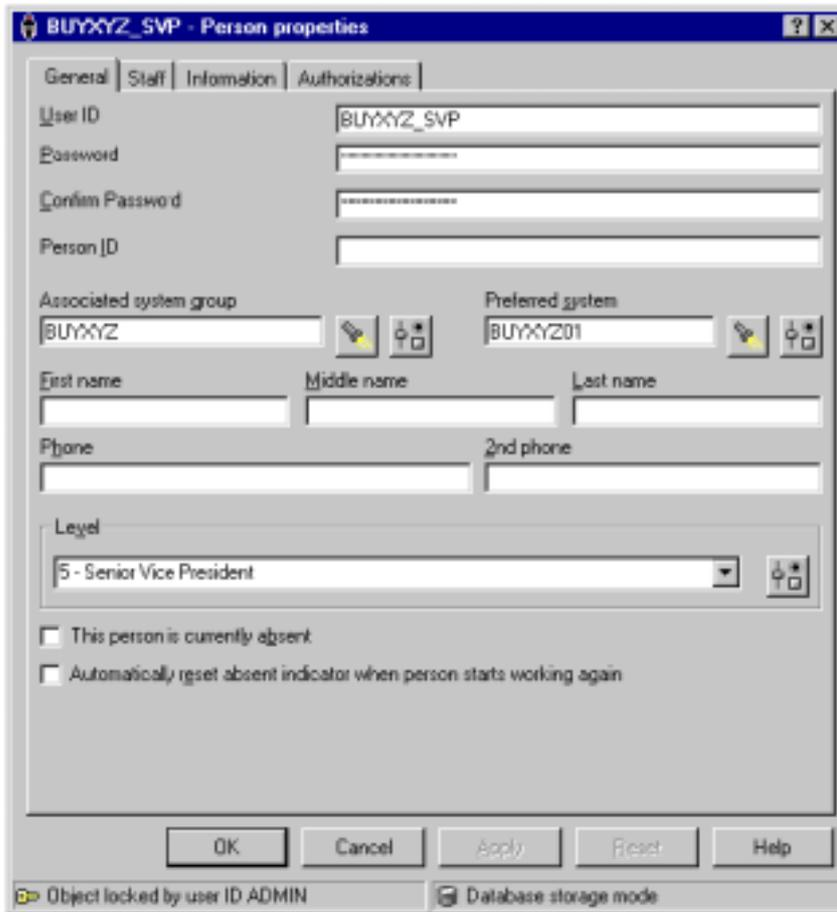

图 9-7 BuyXYZ 管理者 2 定义
3. 如图 9-7 所示，选择 Level 5，它是我们给定的高级副总经理描述 Senior Vice President。